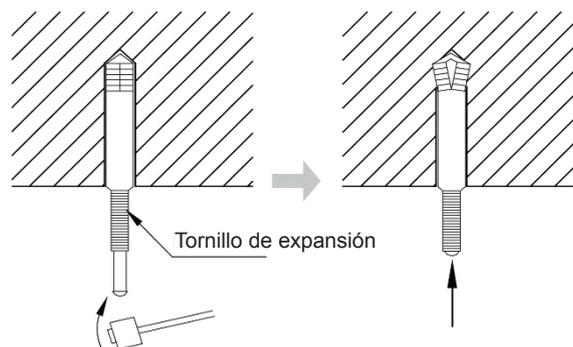

Fig. 4
- 2) Introduzca el tornillo de expansión M10 en el orificio e inserte el clavo en el tornillo, tal y como se muestra en la fig. 4.